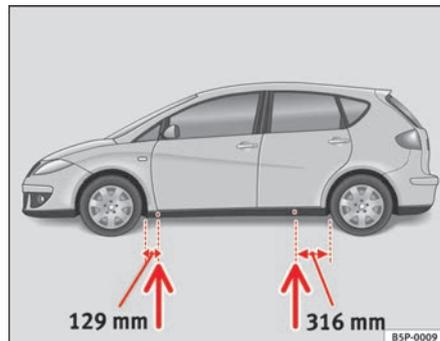

Fig. 176 Punti di appoggio per il cric
- Applicare il cric al longherone inferiore del veicolo nel punto di appoggio più vicino alla ruota da sostituire ⇒ fig. 176.
Sul montante inferiore sono segnati i punti a cui applicare il cric ⇒ fig. 176. È previsto un punto per ogni ruota. Non collocare il cric in altri punti.